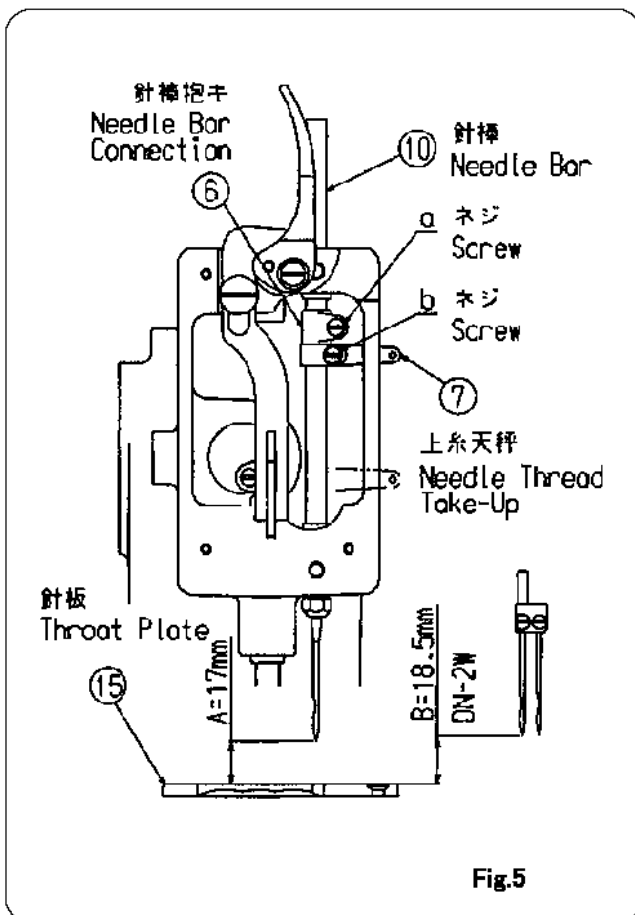

Fig.5
Needle ⑤ and looper ① movements are correctly timed if distance (A and A' of Fig.3) between Loooper point and Needle hole when Loooper point gets in line with left-side edge of Needle ⑤ is the same as Loooper ① passes Needle in forward and backward movements. $A = A' \pm 0.3\text{mm}$ is allowable. To adjust loosen screw, (a) of Fig.2, and turn Eccentric Ball (c) of Loooper Bell Crank Connection Rod ② as appropriate. Loooper eyelet should overlap with lower part of long hole of Needle, as shown in Fig.4 as Loooper goes forward. To adjust, move Needle Bar ⑭ vertically after loosening screws (a) and (b) of Fig.5 for Needle Bar Connection ⑥ and Needle Thread Take-Up ⑦. Firmly set screws after adjustment.
- To facilitate adjustment, set height of Needle point above throat plate ⑮ to 17mm, (A) of Fig.5, for DN-2HS, and 18.5mm, (B) of Fig.5, for DN-2W, with Needle Bar in its highest position.
ルーバー①が左に動くときも右に動くときも、針⑤の左側面とルーバーの先端が一致するとき、Fig.3で示す通り、ルーバー①の先端から針⑤の穴までの寸法が $A=A'$ であれば、針とルーバーは同調しています。 $A=A' \pm 0.3\text{mm}$ は許容範囲です。ルーバーと針が同調及び許容範囲に入っていない場合は、Fig.2のネジaを緩め、ルーバーロッド②のエキセンボールを廻して調整してください。次にルーバー①が前進してルーバーの穴が針穴に対して、Fig.4で示す通り、針の長穴の下側と一致するように、針棒⑭を調整して針とルーバーを合わせてください。針棒⑭の上下調整は、Fig.5で示す針棒抱き⑥及び上糸天秤⑦のネジa、bを緩めて調整してください。調整後ネジを締めつけてください。
- 針棒が一番上に来たとき、Fig.5で示す通りDN-2HSの場合は、針板⑮上面より $A=17\text{mm}$ 、DN-2Wの場合 $B=18.5\text{mm}$ に合わせておけば調整は容易です。